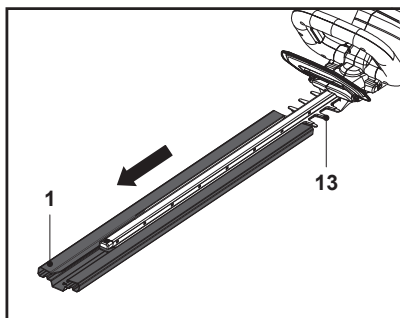

Fig. 1
1. Retirer le protège-lame (1) du dispositif de coupe (lame) (13) avant utilisation (Fig. 1).
2. Conserver le protège-lame (1) en lieu sûr.